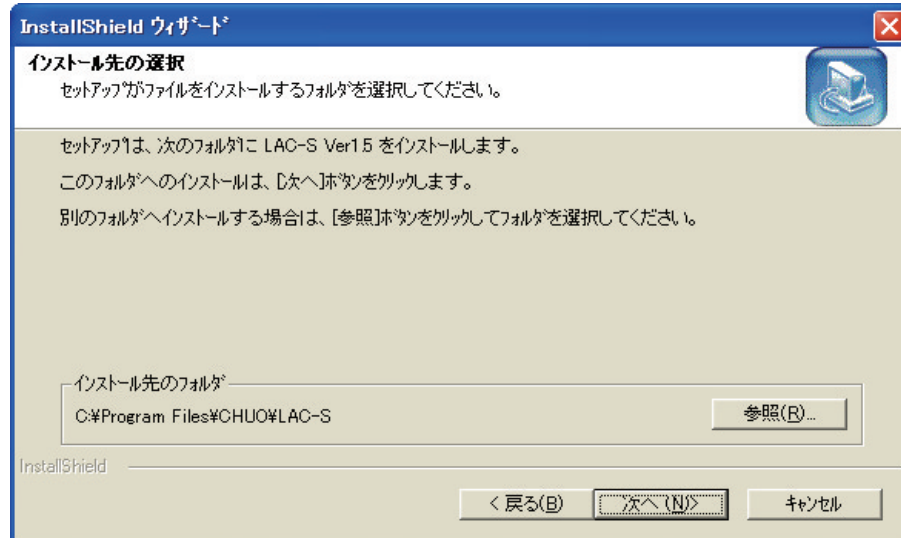

図4-1-3
インストール先を指定するウィンドウ(図4-1-3)が表示されます。
- ・フォルダが決定しましたら、[OK]をクリックしてください。図4-1-3に戻り、インストール先のフォルダが選択されたフォルダになっていることを確認してください。
- ・ [戻る(B)]をクリックした場合、図4-1-3に戻ります。